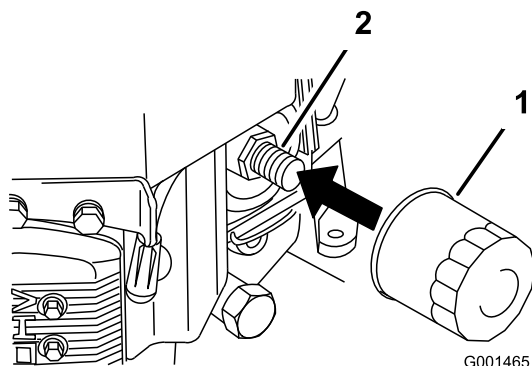

Figure 24
2. Retirez le filtre usagé (Figure 24).
3. Appliquez une fine couche d'huile neuve sur le joint en caoutchouc du filtre de rechange (Figure 24).
4. Posez le filtre à huile de rechange sur l'adaptateur, tournez le filtre dans le sens horaire jusqu'à ce que le joint en caoutchouc touche l'adaptateur, puis serrez le filtre de 3/4 de tour supplémentaire (Figure 24).